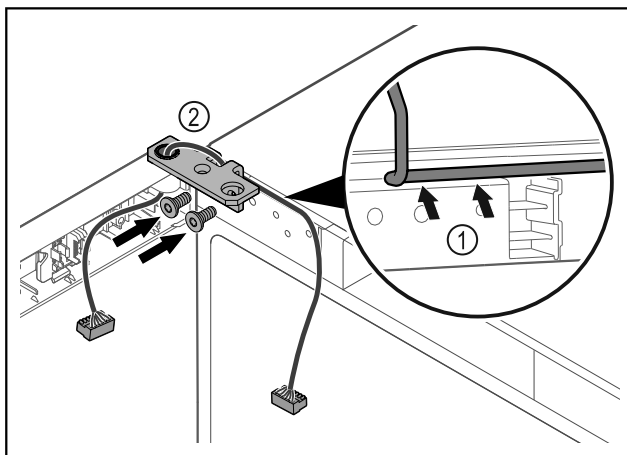

Fig. 57
- ▶ Вкарайте кабела през прореза на ъгъла на пантата и го положете внимателно Fig. 57 (1).
- ▶ Завинтете ъгъла на пантата Fig. 57 (2).